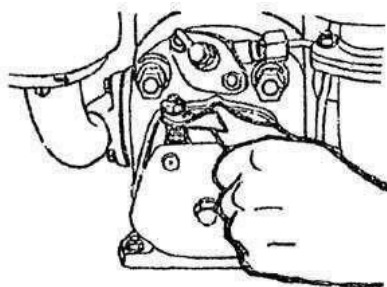

рис.5
2. Сразу ослабьте любой соединитель трубопровода подачи топлива под давлением (Рис.5).